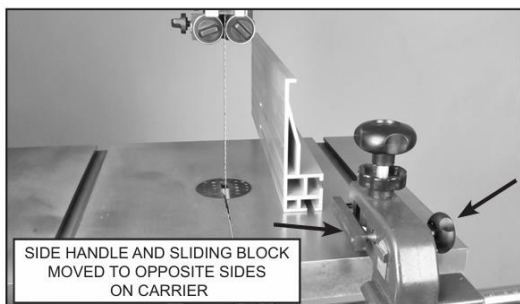

Рис. 37
3. Полностью отвинтите боковую ручку от выдвижного блока и снова соберите детали на противоположной, левой стороне держателя. Затем поверните ограждение на 180° от края до края и установите его обратно на держатель. Рис. 37 и 38.